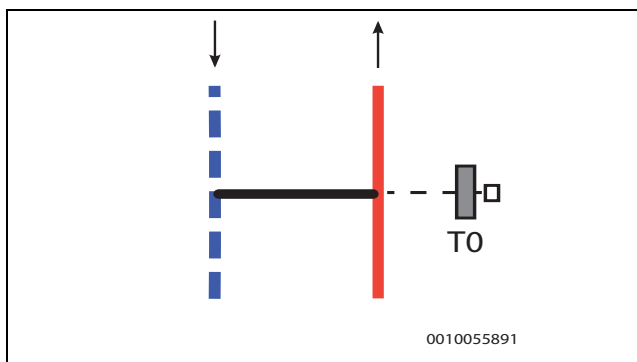

Fig. 50 Bypass en versión recta
- La sonda de temperatura de impulsión T0 está instalada en la conexión de impulsión del bypass → fig. 50.